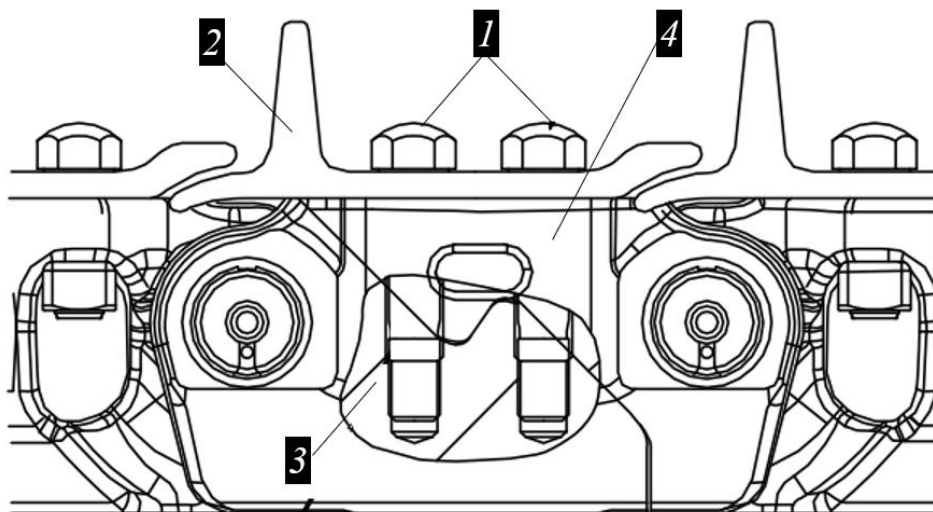

Рисунок 5.80. Процесс разъединения замыкающих полузвеньев цепи
- ▶ Ослабить болты крепления 1 башмака гусеницы (выкрутив на 1-2 витка), рис. 5.80.
- ▶ Снять башмак гусеницы 2, разъединить замыкающие полузвенья 3 и 4, рис. 5.80.
- Установить башмак 2, наживить крепежные болты 1, рис. 5.80.